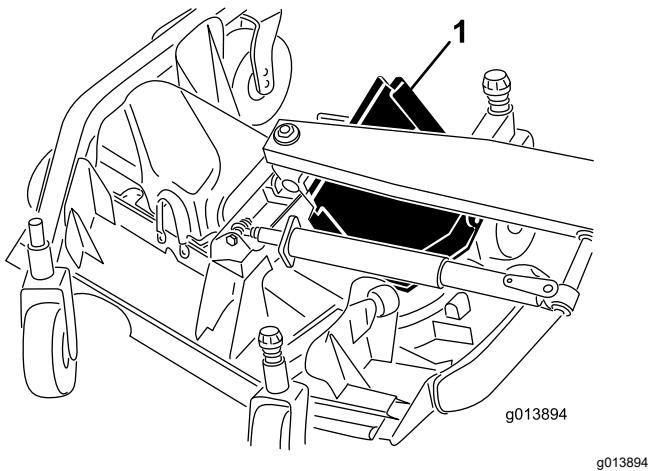

Figura 48
6. Levante el borde delantero y guélo entre el brazo de elevación y el rodillo para retirarlo (Figura 48).